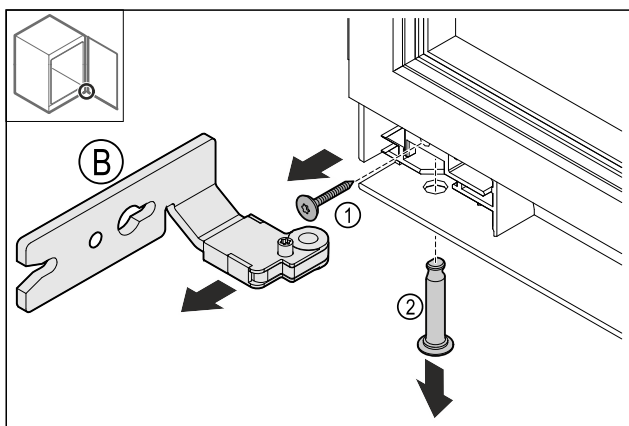

Fig. 15
- ▶ Wyciągnąć sworznie Fig. 15 (2).
- ▶ Usunąć zawiasy Fig. 15 (B).
- ▶ Wyciągnąć śrubę Fig. 15 (1).